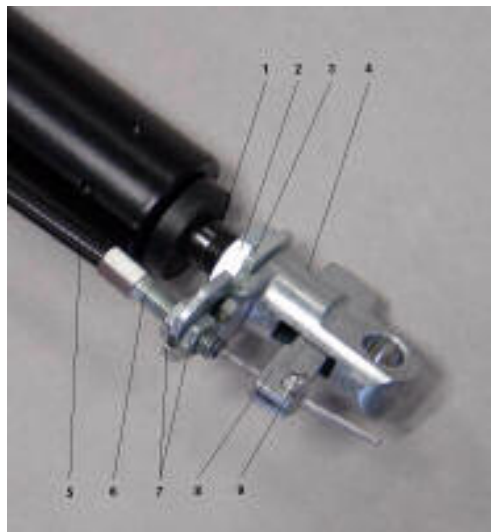

Abbildung 10
Die Abbildung 10 zeigt den Auslösekopf (2) an der Kolbenstange (3) der Gasdruckfeder.
1. Das Halteblech (3) auf die Kolbenstange (1) schieben.
2. Den Auslösehebel (8) in die Öffnung des Auslösekopfes (4) einschieben.
3. Die Kolbenstange (1) im Uhrzeigersinn in das Gewinde des Auslösekopfes (4) einschrauben, bis der Auslösehebel (8) am Auslösestift der Gasfeder anliegt.
4. Die Kolbenstange (1) um ca. 1/8 Umdrehung im Gegenuhrzeigersinn zurückdrehen. Der Auslösehebel (8) hat nun Spiel und lässt sich etwas hin und her verschieben.
5. Das Halteblech (3) am Auslösekopf (4) fixieren und die Sechskantmutter (2) mit einem Anzugsmoment von 7,5 Nm festdrehen. Das Spiel am Auslösehebel (8) muss nach dem Kontern noch vorhanden sein.
7. Die Einstellschraube (6) in das Halteblech (3) einschieben und mittels der Muttern (7) leicht fixieren.
8. Das Bowdenzugkabel durch die Einstellschraube (6) und den Schraubnippel (9) führen. Den Schraubnippel (9) festschrauben und am Auslösehebel (8) einhängen.
9. Den Bowdenzug (5) mittels der Einstellschraube (6) und den Muttern (7) justieren. Danach die Muttern (7) kontern.